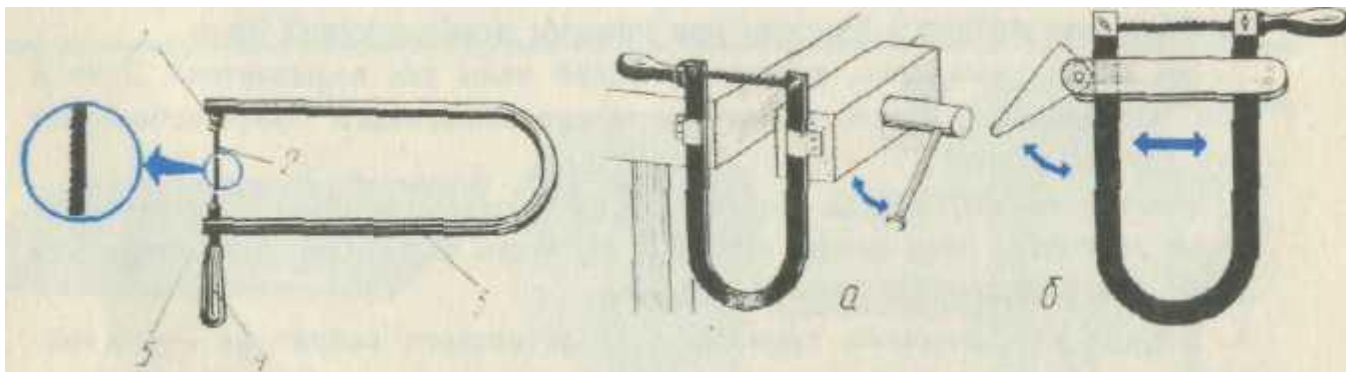

Рисунок 2
- Перед выпиливанием лобзик надо наладить, т. е. подготовить к работе. Сначала пилку закрепляют в рамке нижним зажимным винтом так, чтобы зубья были направлены остриями к ручке. Затем слегка сжимают рамку и закрепляют пилку верхним зажимным винтом. Для этого используют приспособления. (рис. 2).